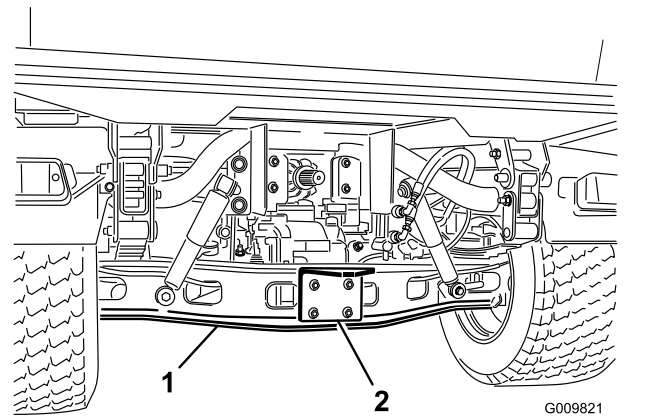
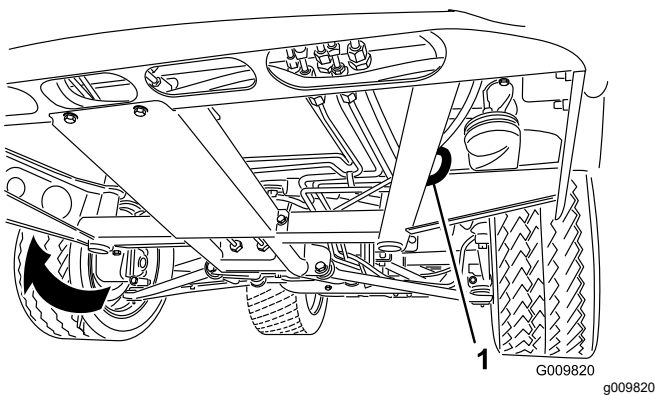

Figura 18
Figura 17
Consulte en Figura 17 y Figura 18 la ubicación de los puntos de amarre de la máquina.
1. Conecte un cable de remolque al punto de remolque, en la parte delantera del bastidor de la máquina (Figura 17).